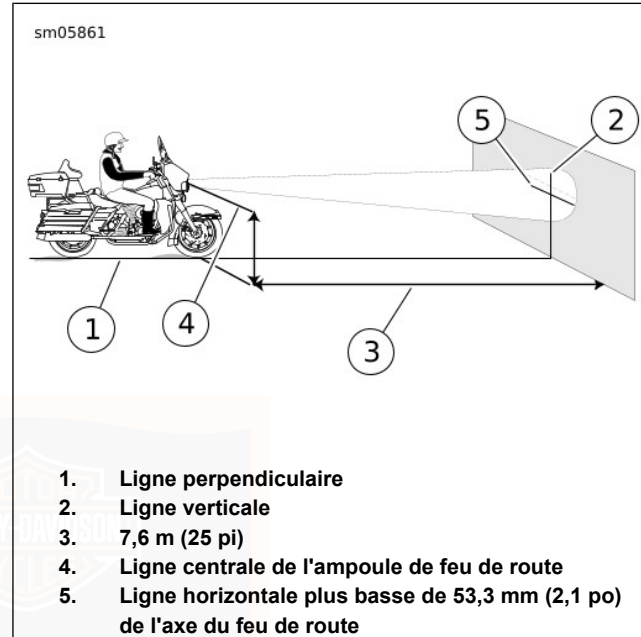

Figure 74. Alignement du phare : Type à l'halogène quartz
4. Voir Figure 74. Garer la moto sur une ligne perpendiculaire (1) au mur.
6. Tracer une ligne verticale (2) sur le mur.
7. Avec la moto chargée, orienter la roue avant tout droit vers le mur. Mesurer la distance (4) entre le sol et le centre de l'ampoule :
8. Tracer une ligne horizontale (5) croisant la ligne verticale :
- a. **Halogène quartz** : Voir Figure 74. À 53,3 mm (2.1 in) au-dessous de la ligne centrale de l'ampoule de **feu de route**.
- a. **Halogène quartz** : Voir Figure 74. Tache lumineuse centrée sur le repère avec le phare réglé sur le **feu de route**.